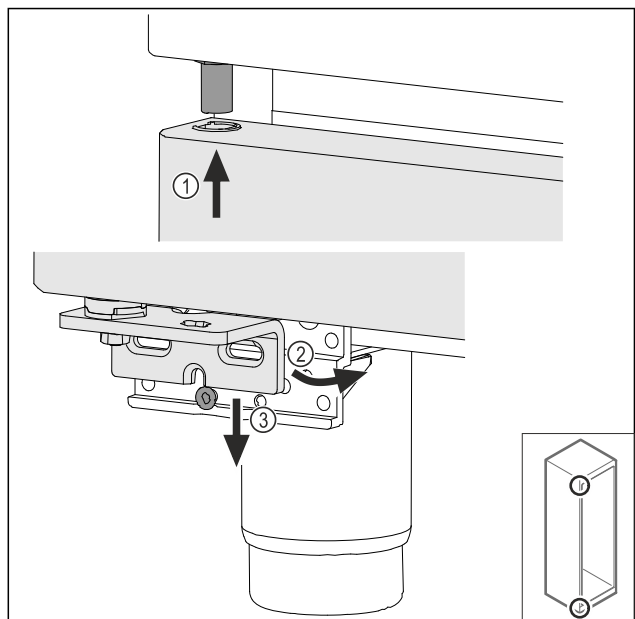

Fig. 49
- ▶ Установите дверь под небольшим уклоном сверху Fig. 49 (1), выровняйте ее прямо Fig. 49 (2) и смонтируйте снизу на винт опорного кронштейна Fig. 49 (3).